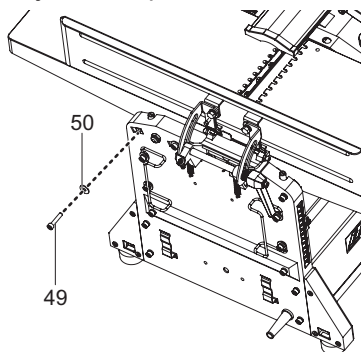

Fig. 6
- > Afloje el perno hexagonal M5 x 25 (49) con la llave hexagonal de 4 mm (39) suministrada y retírelo junto con la arandela plana 5 (50) de la parte trasera de la máquina. (Fig. 6)
- > Coloque la arandela (35) en la perilla de bloqueo de la mesa de entrada (22) y fíjela en la parte trasera de la máquina.